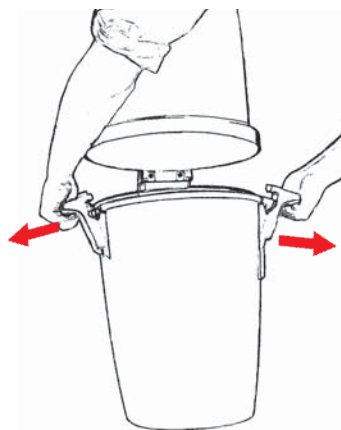

Fig. 20
1. Løsne begge håndtakene som holder støvbeholderen. Løsne dem ved å dra håndtakene ut fra beholderen, Fig. 20.